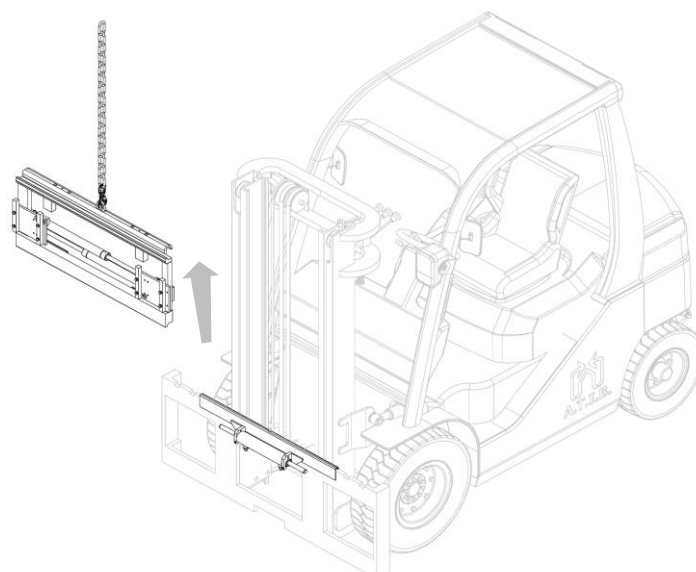

Figura 25
5. Sollevare quindi l'attrezzatura dalle traverse superiori della stessa con un carroponete o paranco di portata sufficiente e rimuoverla dal carrello (vedi *Figura 25*).
4. Mediante l'uso di fasce o cinghie opportunamente dimensionate al peso dell'attrezzatura, sollevarla dalle traverse superiori della stessa con un carroponete o paranco di portata sufficiente e rimuoverla dalla piastra porta forche (come indicato nella *Figura 25* a pag.31).